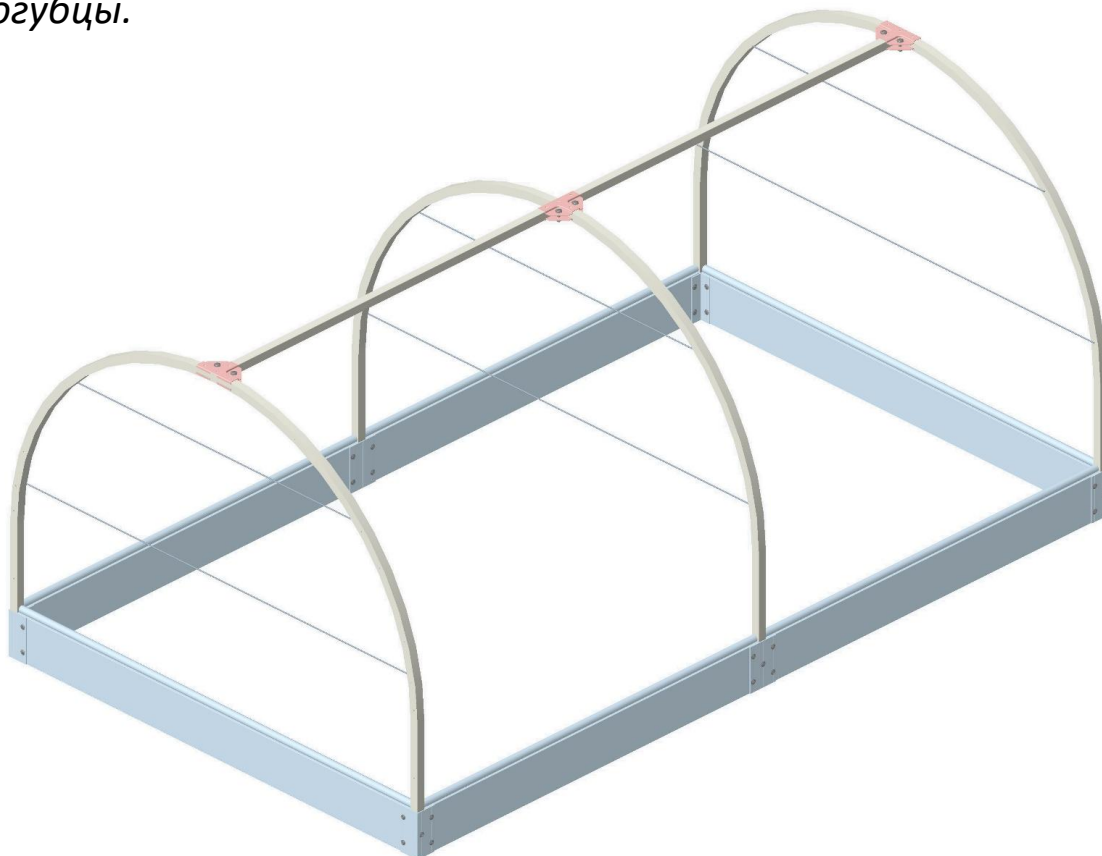

Рис. 3.4
4. Если необходимо, натяните поперек дуг капроновый шнур или стальной трос толщиной до 3 мм (не входит в комплект), продев его через соответствующие сквозные отверстия в дугах (см. рис. 3.4). В дальнейшем вы сможете использовать его как опору для подвязки растений. Для разрезания троса используйте плоскогубцы.